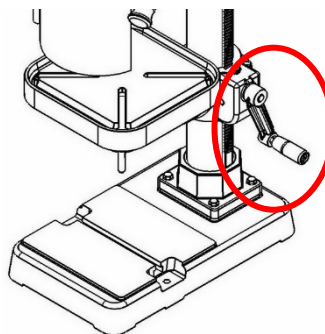

Figure 20
- (2) Faites ensuite pivoter la poignée de la table dans la bonne position. (**figure 20**)